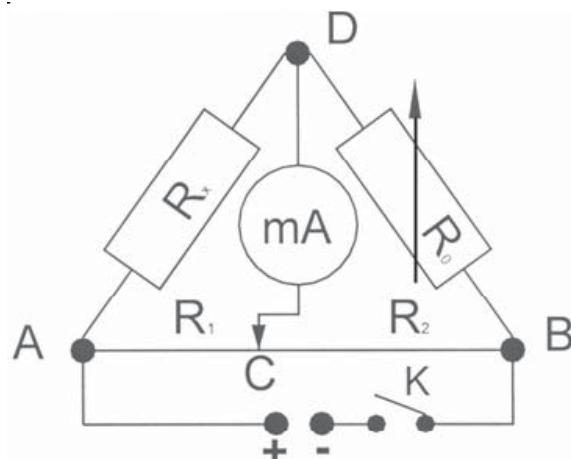

Fig. 1
Das Gerät besteht aus einer Schiene mit Skala auf zwei Sockeln mit einem zwischen zwei Anschlussbuchsen aufgespannten Widerstandsdräht. Aufgesetzt auf den Widerstandsdräht befindet sich ein Schleifkontakt, der die Widerstände  $R_1$  und  $R_2$  definiert (siehe Fig. 1).
Zur Bestimmung eines Widerstands dient der Aufbau einer Wheatstone'schen Brückenschaltung (siehe Fig. 1).
- Experimenteraufbau wie abgebildet zusammenschalten (siehe Fig. 1).